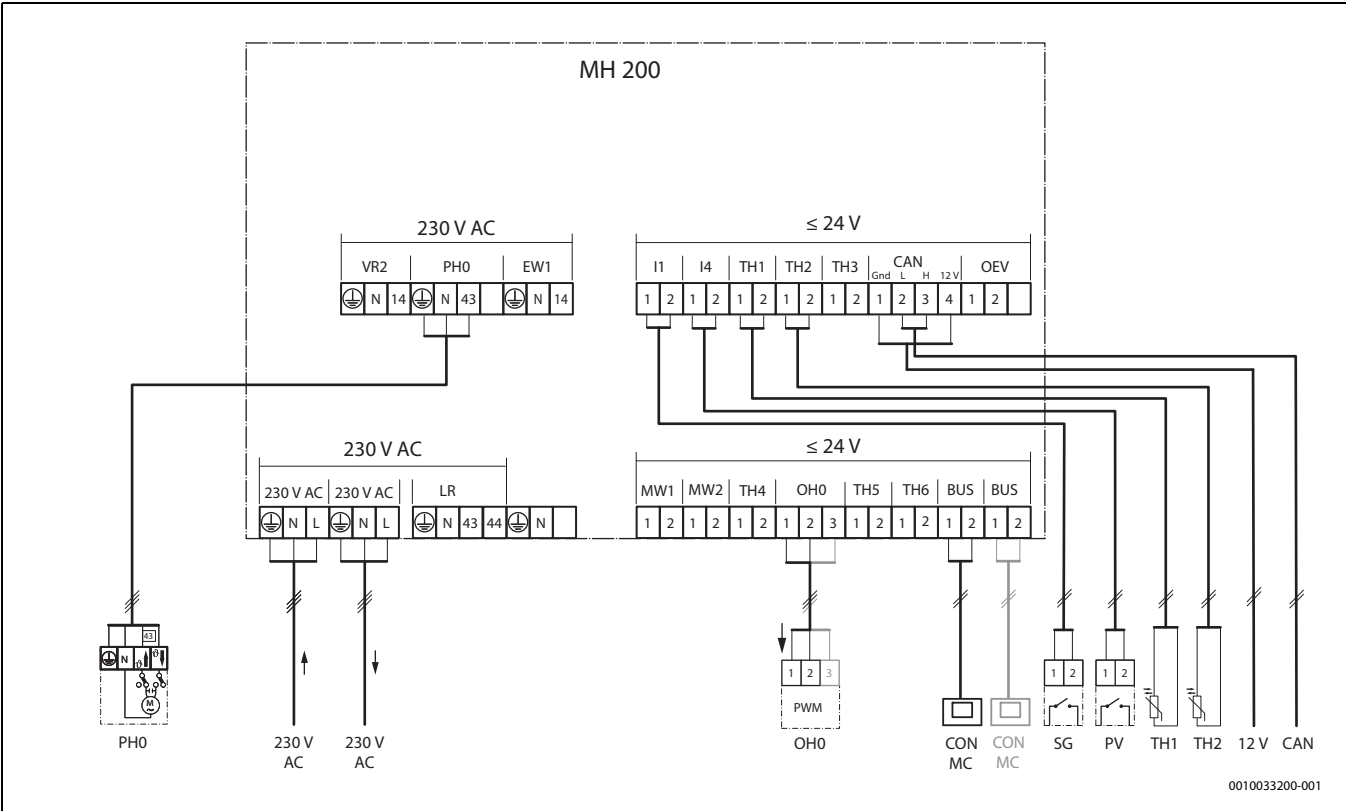

Fig. 4 Vue d'ensemble affectation des bornes de raccordement
- S'assurer que les câbles sont raccordés aux bornes correspondantes marquées sur le module (→ fig. 4).